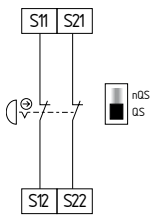

Fig. 10
**Circuito de Paro de Emergencia de dos canales con pulsadores según EN ISO 13850 y EN 60947-5-5 (véase fig. 10)**